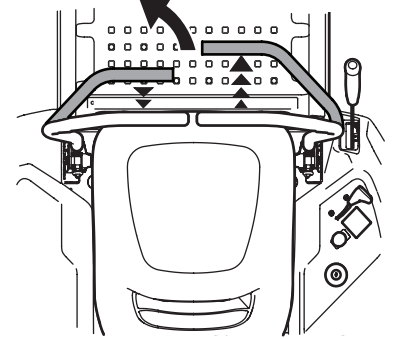

Figure 3-5
1. Pour tourner à gauche, tirez la barre de conduite gauche vers vous et poussez la barre de conduite droite vers l'avant. Voir Figure 3-5.